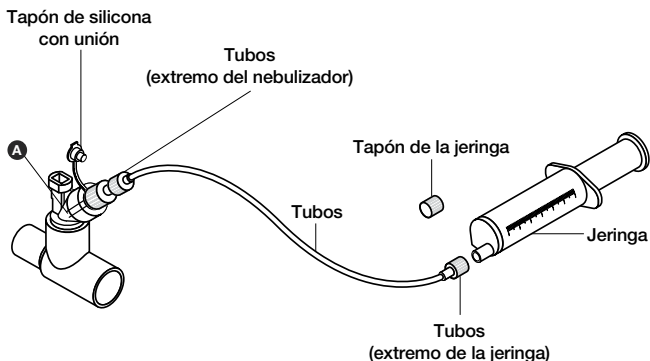

Figura 7. Juego de tubos de nebulización continua
7. Introduzca la jeringa llena con el medicamento en la bomba de infusión de la jeringa (la bomba no se muestra en la Figura 7).